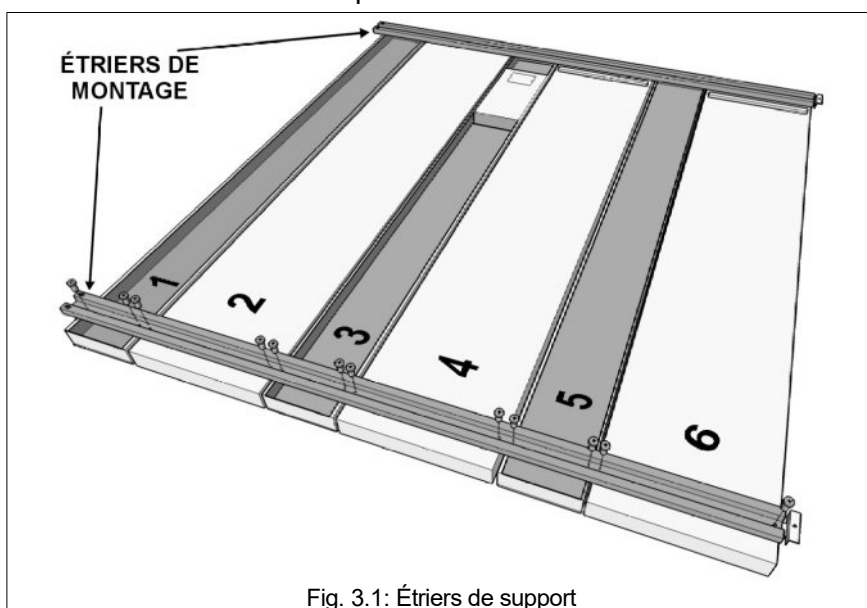

Fig. 3.1: Étriers de support
Placez les modules avec la partie avant tournée vers le sol, en suivant la numérotation indiquée au verso (Fig. 3.1), pour composer le tableau désiré (voir les différents modèles à la page 35).
- Placez les deux étriers sur les modules en alignant les trous de fixation et fixez-les solidement aux modules avec les vis fournies (voir Fig. 3.1) et un tournevis cruciforme.